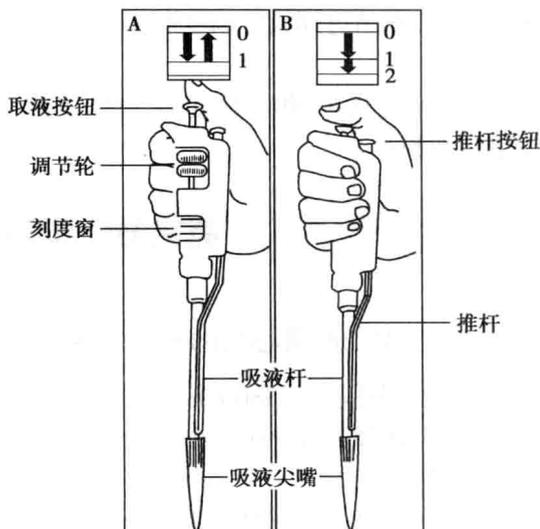

图 1-2 微量移液器的使用
(1) 将吸头套在移液器尖头上,轻轻转动,以保证密封。
(2) 垂直地握住移液器,用拇指将按钮按到第一挡位置(图 1-2),并把吸头浸入到液面下几毫米处,再缓慢地放松按钮,使之复位,等待 1~2 秒钟后从液体中取出。
(3) 将吸头移至加样容器壁上,缓慢地把按钮按到第 1 挡位置,等待 1~2 秒钟,再把按钮完全按下(即按到第 2 挡位置),排尽全部液体后,吸头应沿容器壁向上滑动取出,再放松按钮,使之复位,即完成一次操作过程。如果发现吸液嘴尖口处仍残留液体时,则应将吸液嘴接触受器内壁,使液体沿壁流下,同时拇指不能松开。